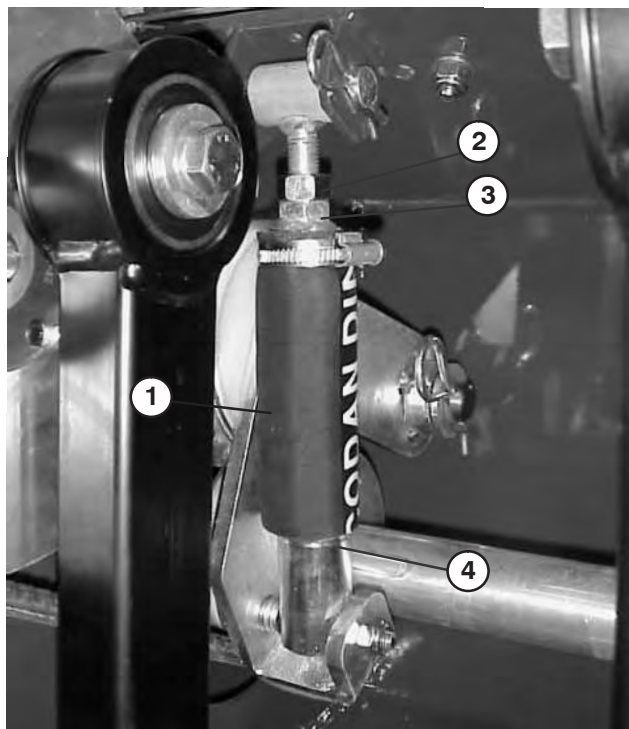

Figure 31
- A. Desserrez l'écrou de blocage fixant le tube de tension au bras de tension (Fig. 31).